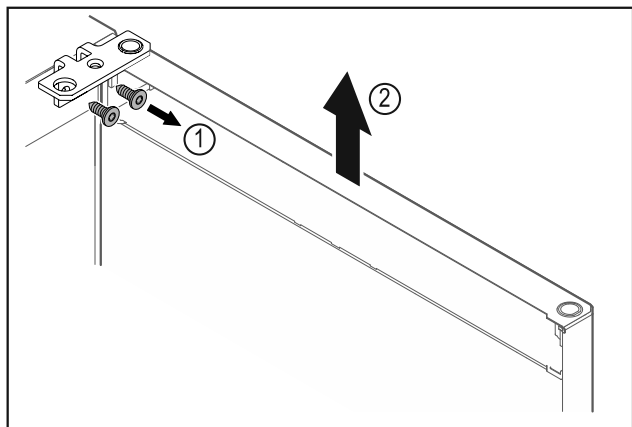

Fig. 13
- Skruva av gångjärnsfästet Fig. 13 (1).
- Lyft dörren rakt uppåt med gångjärnsfästet Fig. 13 (2) ca 200 mm och ta av den.